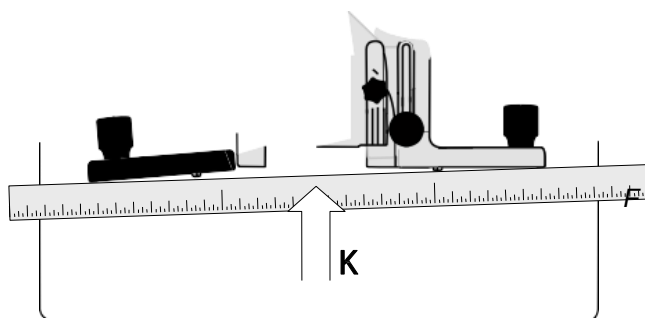
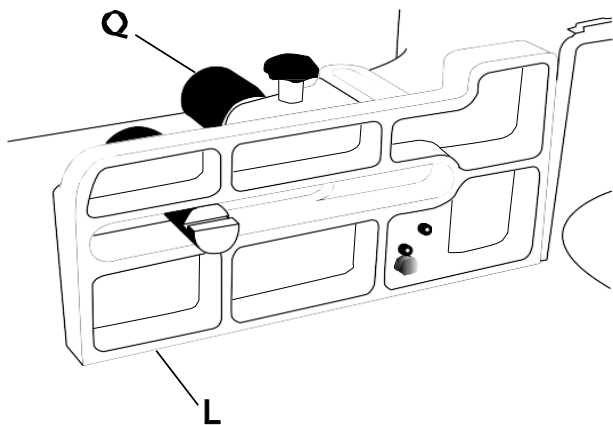

Рисунок 8
Рисунок 10
6. Снимите оба профиля (J₁, J₂) и прижмите линейку к корпусам подающего и отводящего упоров (Рисунок 8).
- Поддерживайте постоянное давление линейки на корпуса упоров (K, Рис. 8). В то же время попытайтесь выровнять оба упора в одной плоскости, как показано на Рисунке 9. Это достигается путем попеременной регулировки двух установочных винтов (M, Рис.10) на передней поверхности корпуса (L, Рис.10) с помощью шестигранного ключа на 3 мм с последующим перемещением корпуса устройством для точной регулировки упора. (Q, Рис. 10) по мере необходимости.
Важно: Рекомендуется поворачивать регулировочные винты (M, Рис. 10) с шагом 1,6 мм или менее за раз.
- Прижмите угольник к корпусу упора (L, Рис.10) и столу.
- Если требуется регулировка, выполните ее установочными винтами N (Рис. 10).
2. Используя гаечный ключ на 10 мм, ослабьте контргайку (O, Рис. 10), которая фиксирует установочный винт нулевого положения (P, Рис. 10) на корпусе (L, Рис. 10).
3. Ослабьте или затяните установочный винт (P, Рис. 10), как того требует ситуация, чтобы выровнять корпуса упоров, как показано на Рисунке 11-М.
4. Затяните контргайку (O, Рис. 10).